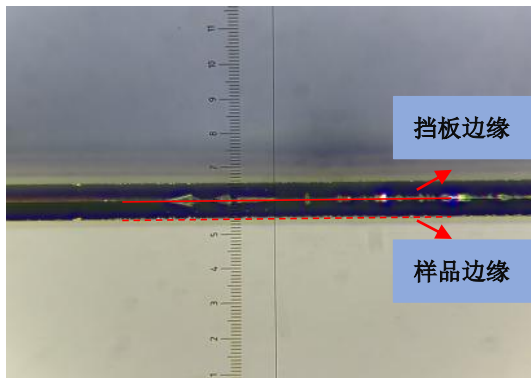

图 5
- e) 双手按住样品台两侧，向前用力将样品台翻转 90°，旋转样品台左侧的旋钮调整样品露出挡板的距离，一般离子切割距离为 30~75 μm （在最大放大倍率下每一小格代表 15 μm 的长度），如图 5；